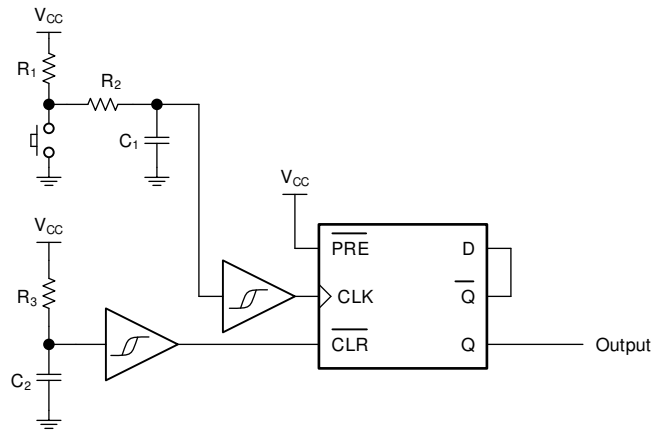

图 8-1. 典型应用框图
图 8-1 展示了如何在此应用中使用 SN54SC2T74-SEP 将 1.8V 信号升压转换为 3.3V 以驱动 LED。SN54SC2T74-SEP 不会限制输出电流，因此可以使用添加的输出电阻器来提供适当的电流限制。电阻值 (R) 应使用以下公式由 LED 的正向电压 ( $V_D$ ) 和通过 LED 的所需正向电流 ( $I_D$ ) 确定： $R = (V_{CC} - V_D)/I_D$ 。